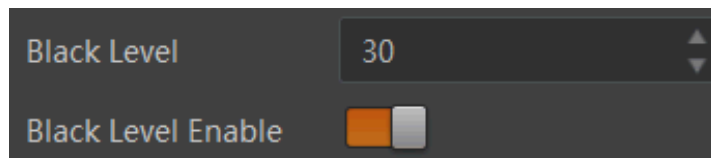

图7-31 黑电平设置
2. 在 *Black Level* 参数中输入需要设置的数值，如图 7-31 所示。